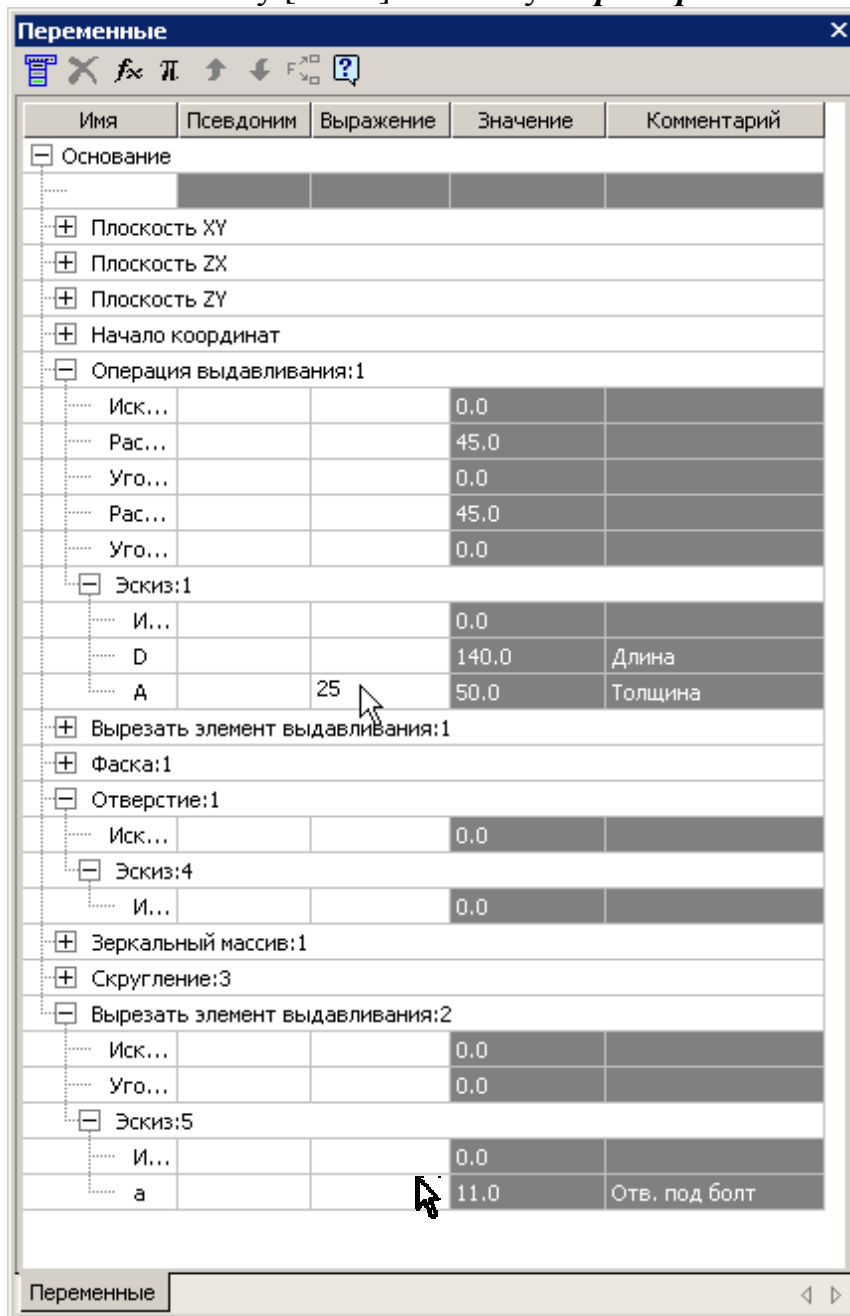

Рис. 75
- Откройте модель детали «Основание» и нажмите кнопку **Переменные**  на панели **Стандартная**.3 В открывшемся окне раскройте: **Операция выдавливания 1 – Эскиз 1**. В данной детали значение толщины «А» (переменная А) (рис. 71) равно 50 мм, а должно быть «25». Чтобы изменить значение толщины установите курсор в графу «Выражение» и введите значение «25», рис. 75. Нажмите клавишу [Enter] и кнопку **Перестроить**  (или F5).
Если необходимо изменить диаметр отверстий под болт, измените значение переменной  $a$  в команде **Вырезать элемент выдавливания 2**, рис. 75. Закройте окно **Переменные**. Проверьте параметры отверстий под шпильку с учетом материала детали «Основание» и диаметра шпильки. Если необходимо их изменить, отредактируйте операцию **Отверстие 1**. Отредактируйте свойства детали (обозначение, наименование, материал).